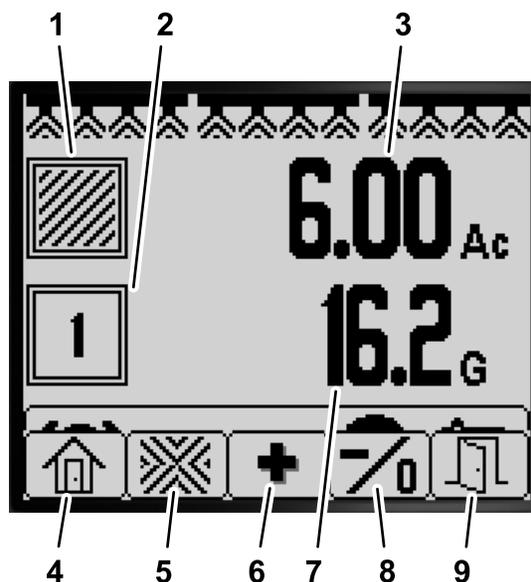

Figura 77
- A partir do Ecrã inicial, prima e mantenha premido o botão 5 para abrir a barra do menu e prima o botão 2 para seleccionar o Ecrã de subárea (Figura 77).
- A partir do ecrã Área total, prima e mantenha premido o botão 5 para abrir a barra do menu e prima o botão 3 para seleccionar o ecrã Subárea (Figura 77).
2. Utilize os botões do InfoCenter (Figura 77) para executar as seguintes ações: